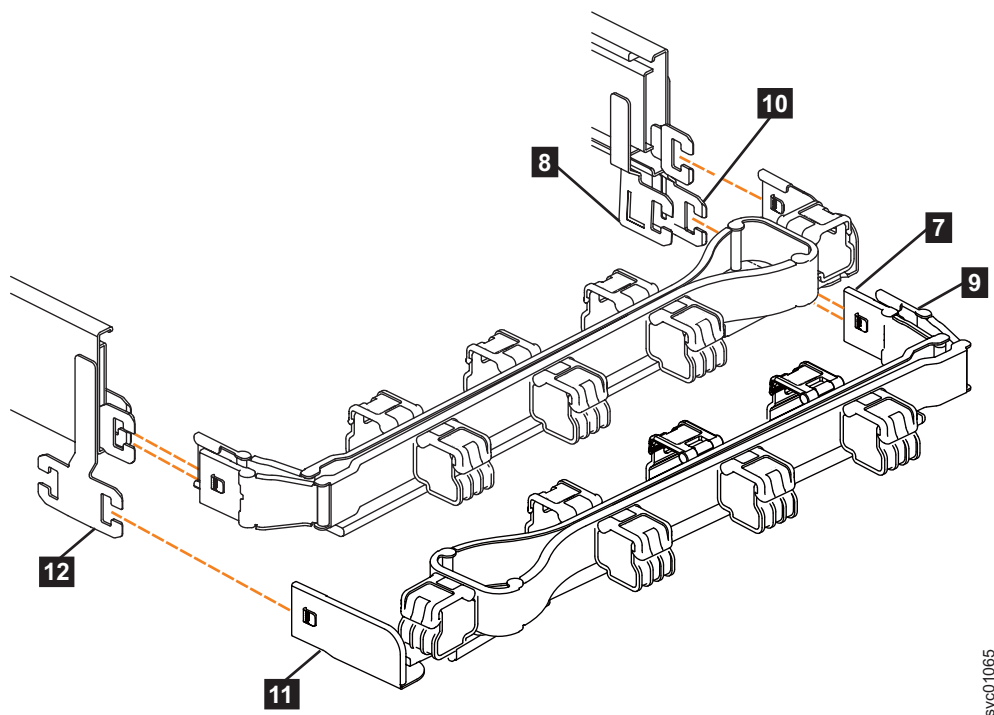

図 59. CMA アセンブリーのコンポーネントの位置の比較
注: 下部 CMA アセンブリーを取り付ける手順は、上部 CMA アセンブリーを取り付ける手順と同じです。ただし、コネクタの位置が逆になります。比較のために、サポート・レールとの位置合わせをしたときの上部と下部の CMA アセンブリーを 70 ページの図 59 に示します。上部 CMA のサポート・レール・コネクタは、右側のレールに取り付けます。下部 CMA のサポート・レール・コネクタ **11** は、左側のレールに取り付けます。
5. 図 59 に示すように、下部 CMA アセンブリーの内部コネクタ (**7**) を、右側のサポート・レールの内部メンバー(**8**) に取り付けます。
6. 図 59 に示すように、下部 CMA アセンブリーの内部コネクタ (**9**) を、右側のサポート・レールの外部メンバー **10** に取り付けます。
7. 図 59 に示すように、下部 CMA アセンブリーのサポート・レール・コネクタ (**11**) を左側のサポート・レールのコネクタ (**12**) に取り付けます。下部 CMA アセンブリがサポート・レールの端にあるフックにしっかり取り付けられていることを確認します。